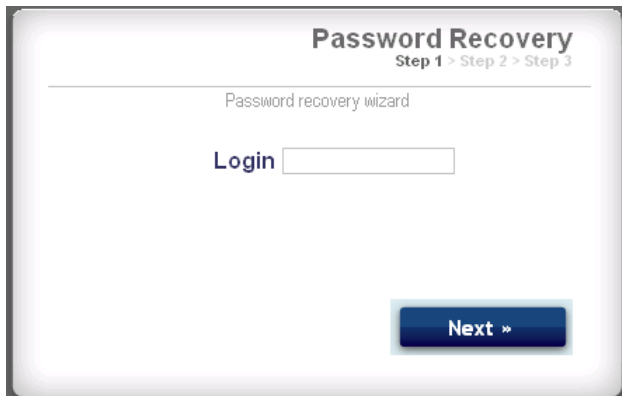

FIG. 34 : Récupération de mot de passe, Étape 1
2. Voir FIG. 34. Le système vous vous invitera à taper votre identifiant. Tapez le nom que vous avez entré à l'étape 5 à la page 17, puis cliquez sur Next.